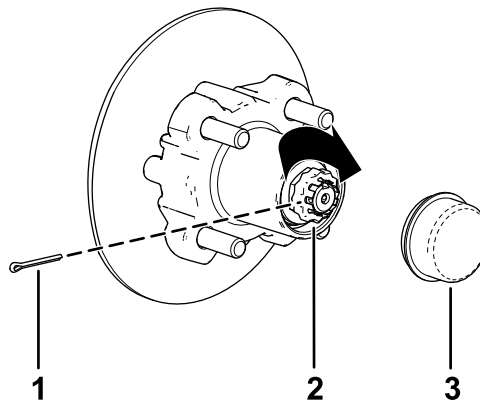

Bild 40
8. Befestigen Sie den Halter über der Mutter und prüfen Sie die Ausfluchtung des Schlitzes im Halter und dem Loch in der Spindel für den Splint (Bild 40).
9. Setzen Sie den Splint ein und biegen Sie jeden Abschnitt um den Halter (Bild 40).
10. Setzen Sie den Staubdeckel auf die Radnabe (Bild 40).